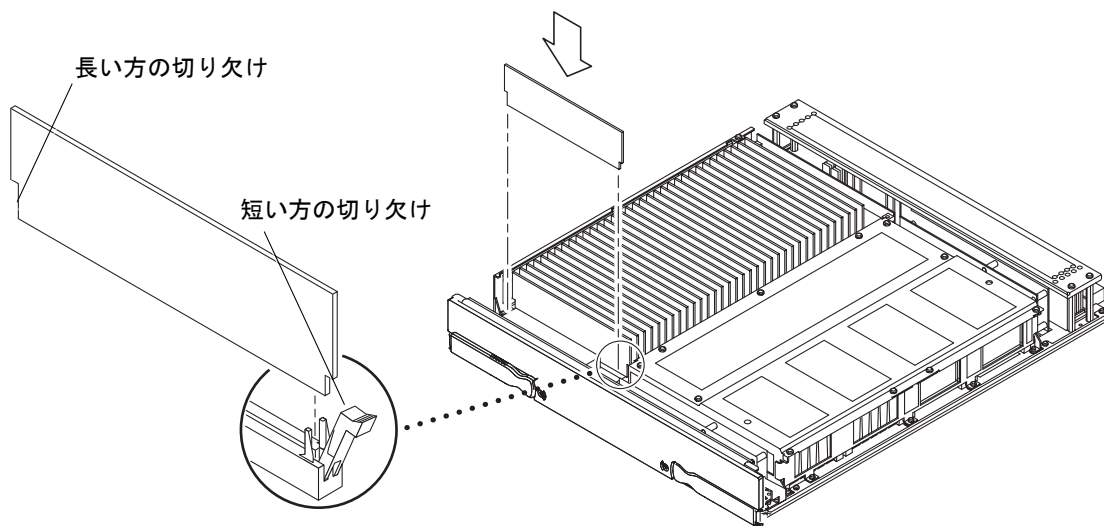

図 9-12 DIMM の取り付け
7. DIMM の上端に親指を当てます。DIMM をコネクタにしっかりと押し込みます (図 9-12)。